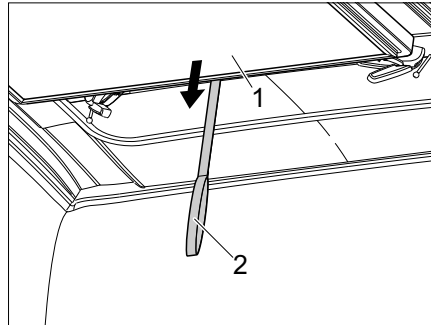

Bild 13 Liegefläche nach unten ziehen
- Liegefläche (Bild 13,1) am Gurt (Bild 13,2) nach unten ziehen.
- ▷ Vor dem Schließen des Aufstelldachs die Liegefläche (Bild 13,1) herunterziehen. Liegefläche und Aufstelldach **nicht** gleichzeitig herunterziehen.